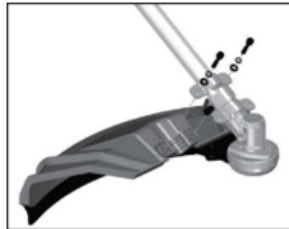

Fig.3-1
1. Placez la protection sur l'accessoire. (fig.3-1)